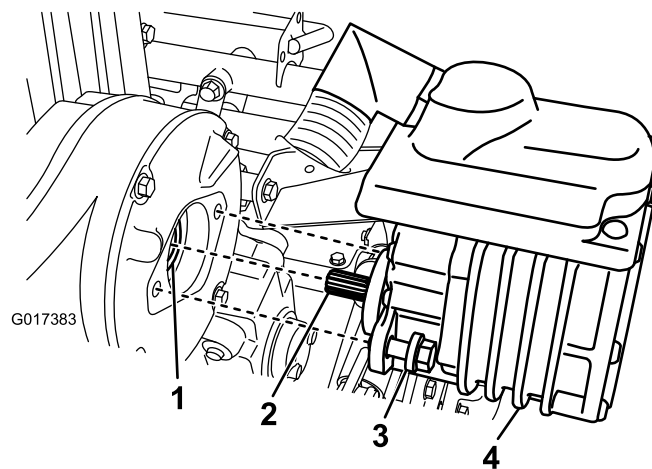

Figura 34
2. Rimuovere i 2 bulloni di fissaggio del motore alla scatola di trasmissione (Figura 34).
4. Aggiungete da uno a due spruzzi di grasso con l'apposita pistola all'accoppiatore femmina nella scatola di trasmissione (Figura 34).